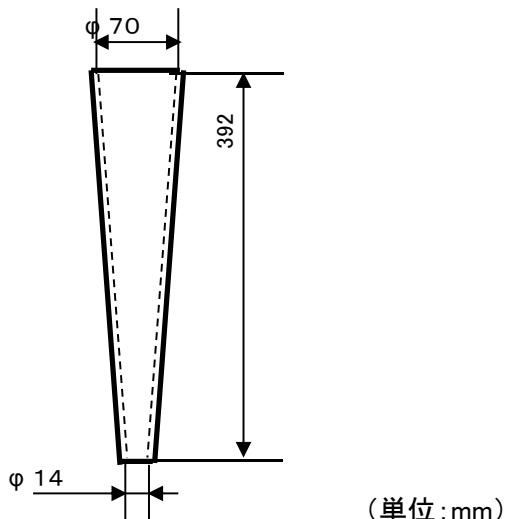

図1 J14漏斗
a) 漏斗は、図1のように、黄銅製で、上端内径70mm、下端内径14mm、高さ392mmおよび厚さ約3mmのJ14漏斗(1)とする。